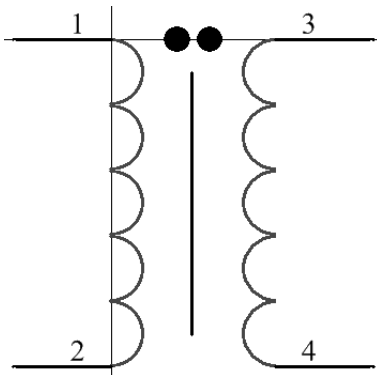

图 11-54 完成绘制的变压器符号
5) 绘制好变压器符号后, 设置其属性。完成的变压器符号如图 11-54 所示。